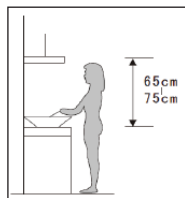

Ilustración 1
1. La campana extractora debe colocarse a una distancia de 65–75 cm por encima de la placa de cocción para obtener el mejor efecto (véase la ilustración 1).